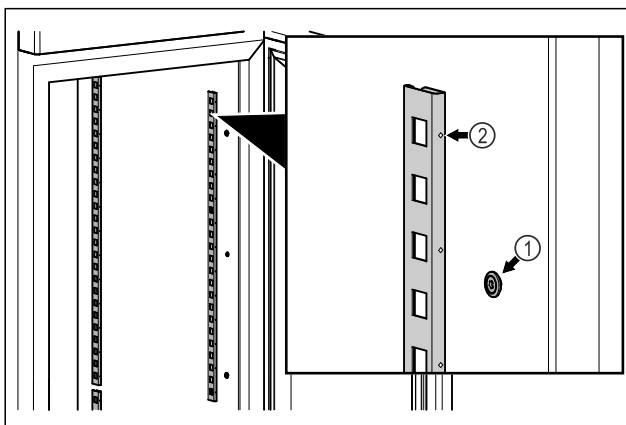

Fig. 48 Ilustrační zobrazení
- Zahákněte zářázkové lišty do zavěšení Fig. 48 (1). Označení Fig. 48 (2) musí směřovat dopředu.